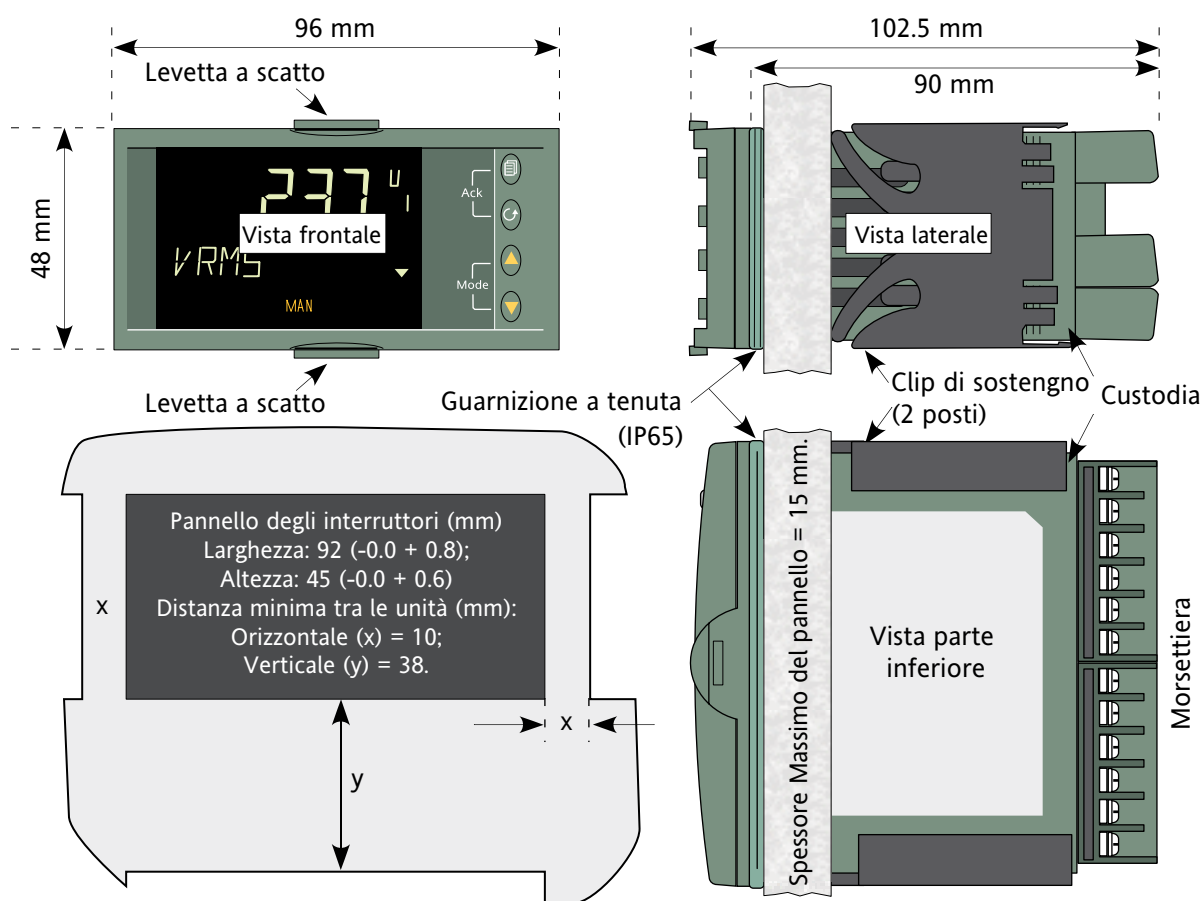

Figura A2 Disegno delle dimensioni dell'installazione
1. Un'apertura delle dimensioni mostrate nella figura A2 dovrà essere effettuata nel pannello.